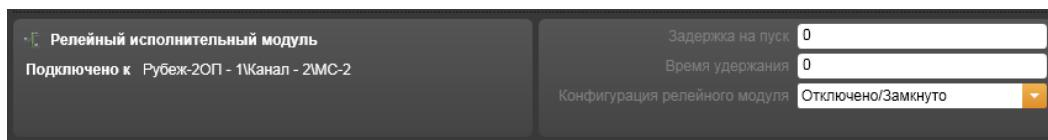

Рисунок 14.3.55 – Свойства адресных устройств РМ-2, РМ-3, РМ-4, РМ-5
16) При выделенной в рабочей области строке адресного устройства РМ-2, РМ-3, РМ-4 или РМ-5 поле свойств устройства отображает (Рисунок 14.3.55):